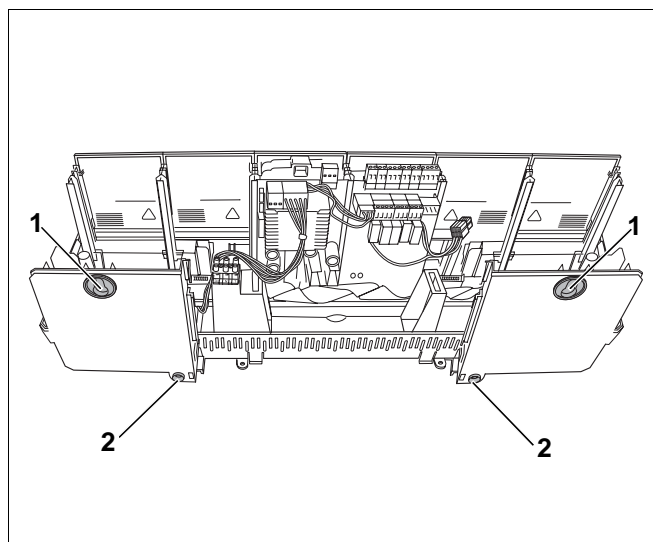

Fig. 3 Face arrière de l'appareil de régulation, fixations.
- Percez les deux œillets de fixation supérieurs de l'appareil à l'aide d'un tournevis (fig. 3, **pos. 1**).
- Vissez l'appareil sur le mur à l'aide des quatre vis jointes à la livraison (fig. 3, **pos. 1 et 2**).